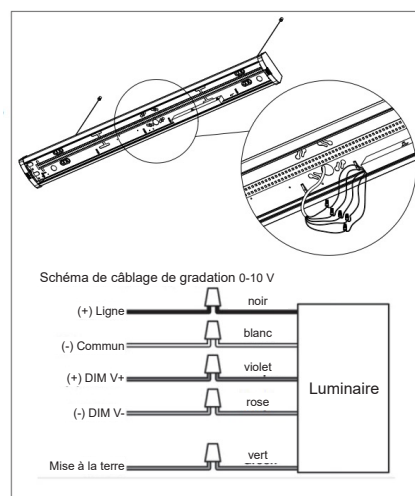

Figure 16
6. Raccordez les fils d'alimentation et de gradation comme illustré à la figure 16.